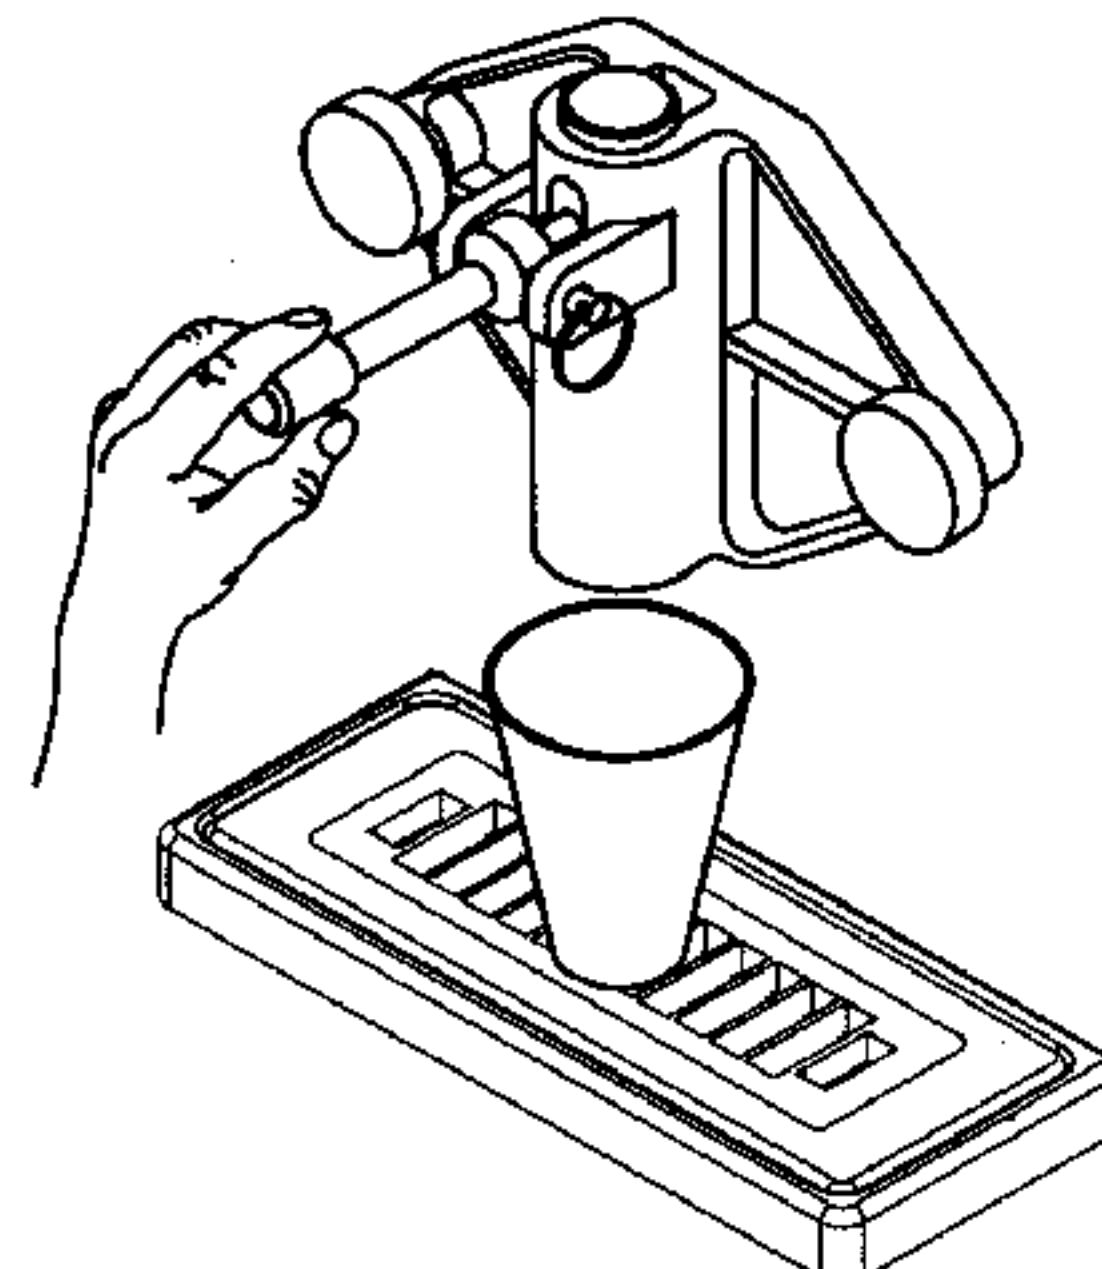

Рис. 4. Удаление продукта
2. Установите главный выключатель в положение **CLEANOUT** и удалите весь продукт из морозильного цилиндра, опустив рукоятку крана вниз (рис. 4), чтобы опорожнить машину.